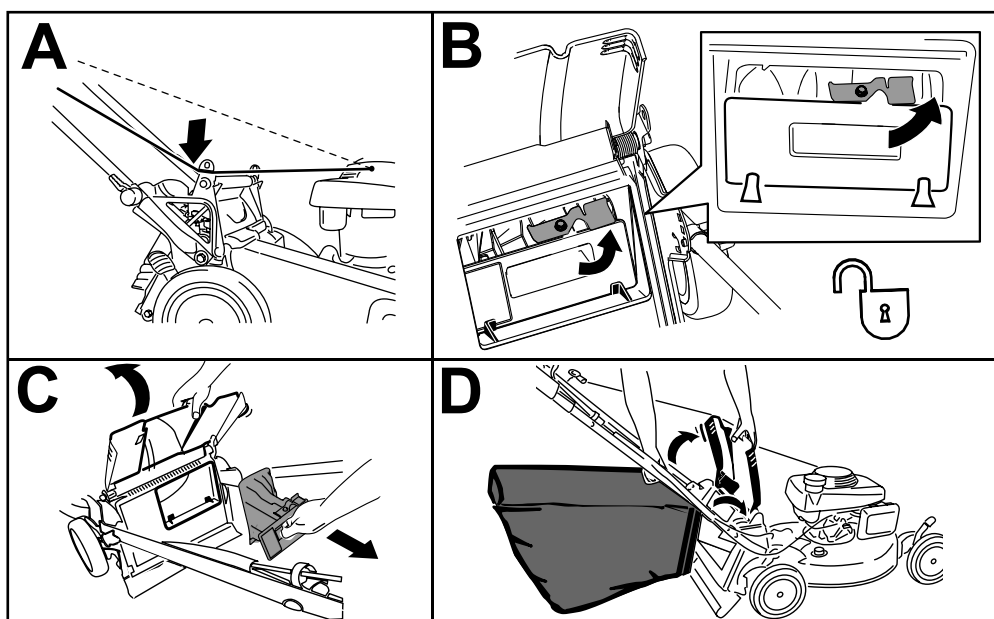

Figura 17
1. Pase la cuerda del arrancador alrededor de la guía de cuerda inferior (Figura 17, A).
2. Levante y sujete el deflector trasero y desbloquee el tapón trasero (Figura 17, B).
3. Extraiga el tapón trasero (Figura 17, C).
4. Cuelgue el borde superior delantero de la bolsa de los pasadores situados en las muescas de los soportes del manillar (Figura 17, D).